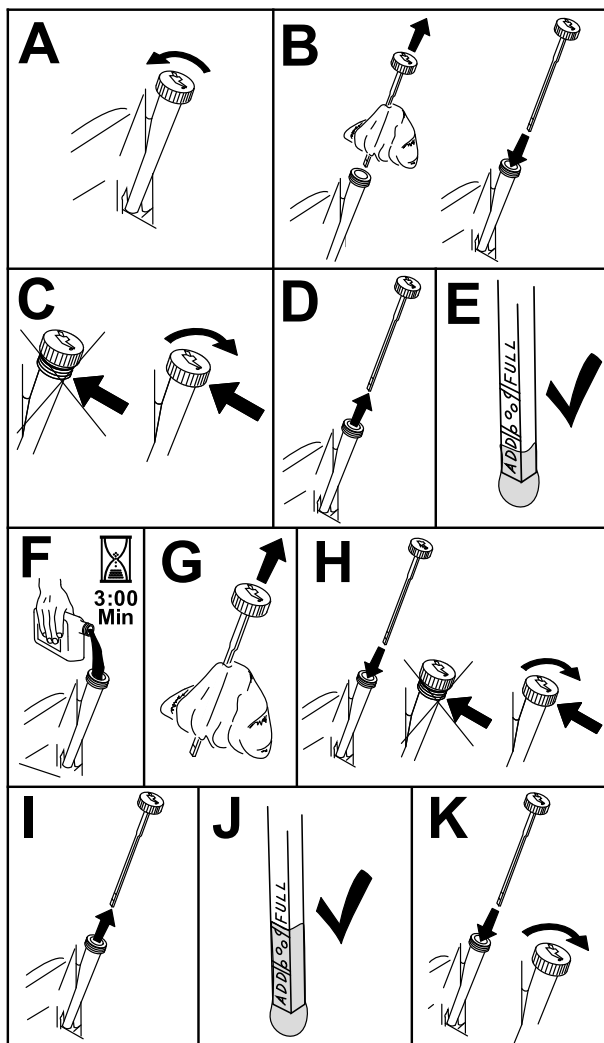

Figura 42
- Per evitare morchia, residui d'erba, ecc. nel motore, pulite l'area attorno al tappo e all'asta di livello dell'olio prima della rimozione (Figura 42).